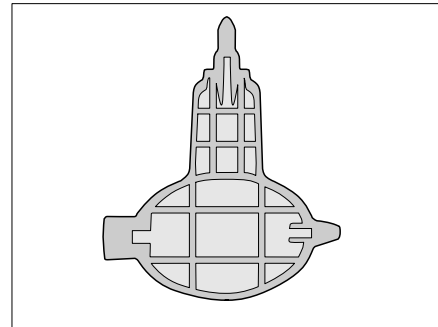

Fig. 361 Clé pour siphon (uniquement Alpa)
- ▷ Le modèle Alpa comprend une clé (Fig. 361) pour détacher le siphon.